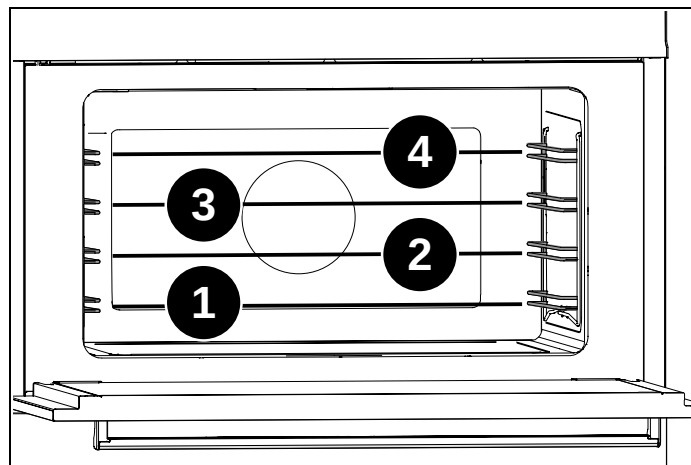

Fig. 26
- 4) Placer spydholderen på sidegitrene på niveau 2 (Fig. 26). Placer maden på spyddet, og skub det ind i ovnen, idet spidsen af spyddet sættes ind i skaftet, der stikker ud fra ovnens bagside.